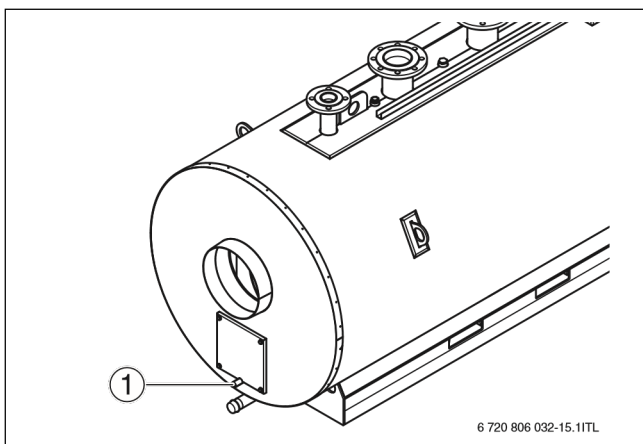

Рисунок 24 Закрытие/открытие стока для чистящих средств
▶ Устанавливайте турбулизаторы так, чтобы все концы (→ Рисунок 24, [2]) были направлены к середине камеры сгорания.